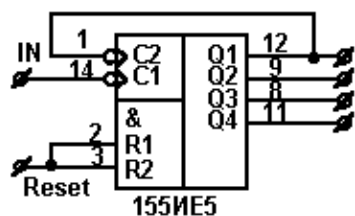

Рис. 16.
7. Подать сигнал от мультивибратора (рис. 16) на вход C_1 микросхемы K155IE5. Микросхема включает в себя делитель на 2 ($C_1 \rightarrow Q_1$) и делитель на 8 ($C_2 \rightarrow Q_2, Q_3, Q_4$). Все выходы Q_i сбрасываются в "0", если на оба входа R1 и R2 подать "лог. 1", т.е. $\text{Reset} = R1 \& R2$. Т.о., чтобы получился делитель на 16, нужно Q_1 соединить с C_2 . Исследовать сигналы с выходов Q_1, Q_2, Q_3, Q_4 .